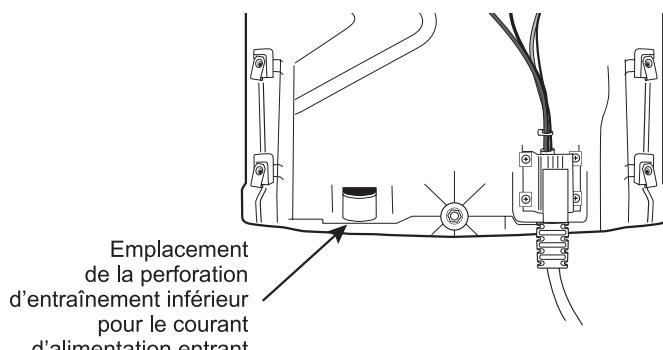

Figure 6
- Option d'alimentation par le bas** – Si vous avez sélectionné l'alimentation par le bas pour le câble d'alimentation entrante, un filetage NPT de 1" vous est fourni (Figure 6).